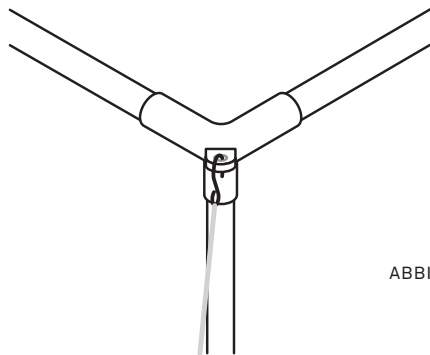

ABBILDUNG 12
2. Befestigen Sie den S-Haken des Spanngurts an der Schlaufe des Eckstücks (Abbildung 12).
1. Befestigen Sie den S-Haken des Spanngurts an der Schlaufe des Eckstücks (Abbildung 12).